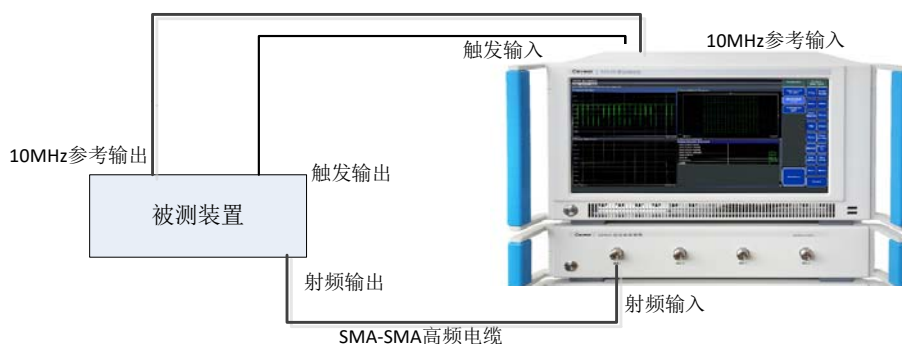

图 4.1 被测设备与基站测试仪连接图
- 步骤 1.** 将被测设备的信号输出端口连接到基站测试仪收发平台前面板的射频输入端口，连接如图 4.1 所示；确保基站测试仪收发平台后面板的光口接口与多制式基带处理平台后面板的光口接口连接正确，连接参考 3.2.3 节后面板接口连接。